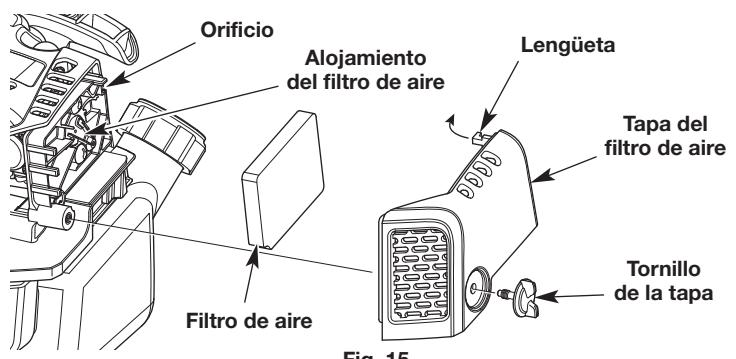

Fig. 15
- Desenrosque completamente el tornillo de la tapa. Gire la cubierta del filtro de aire hacia la derecha. Extraiga la tapa del filtro de aire del alojamiento de dicho filtro (Fig. 15).
- Extraiga el filtro de aire de su alojamiento (Fig. 15).
- Vuelva a instalar el filtro de aire en su alojamiento (Fig. 15).
- Inserte la lengüeta sobre la cubierta del filtro de aire dentro del orificio en el alojamiento del filtro de aire. Gire la cubierta del filtro de aire hacia la izquierda. Oprima la tapa del filtro de aire nuevamente en el alojamiento de dicho filtro. Inserte el tornillo de la tapa dentro de la tapa del filtro de aire. Apriete el tornillo de la tapa para sujetar dicha tapa (Fig. 15).